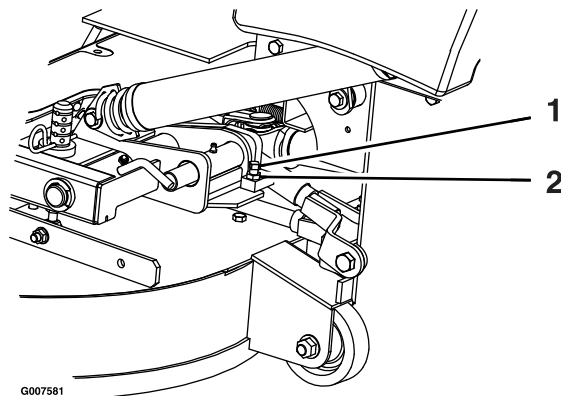

Рисунок 69
2. Ослабьте контргайку и затем поверните стопорный винт по часовой стрелке до плотной затяжки стопорного штифта, чтобы его нельзя было повернуть от руки (Рисунок 69).